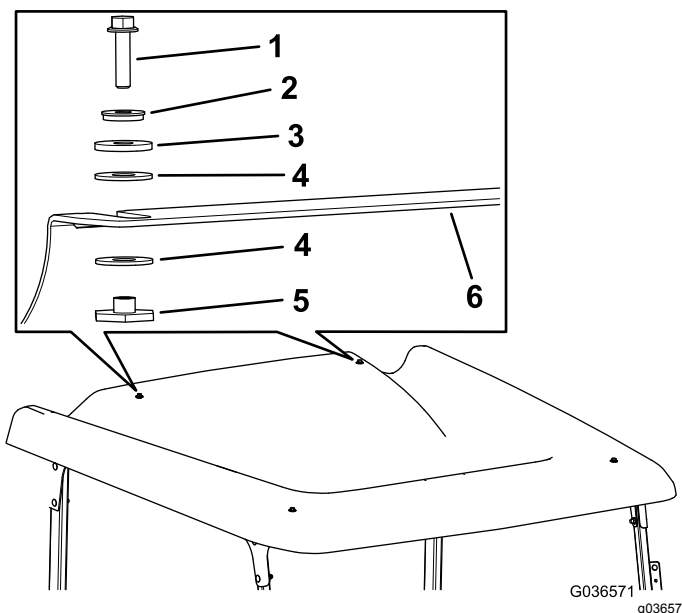

Bild 33
2. Befestigen Sie das Sonnendach mit zwei Sechskantbundkopfschrauben ($\frac{1}{4}$ " x 1"), zwei Dichtungsscheiben, zwei Reibscheiben, vier Kunststoffscheiben und zwei Bundbüchsen an der hinteren Querverbindung (Bild 33).